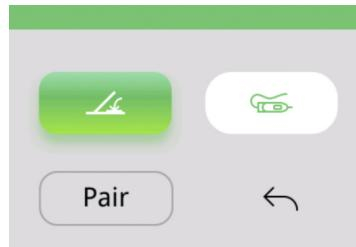

Figura 24: Interfaz de emparejamiento de pedal
En la interfaz de funcionamiento de la unidad principal, toque el icono de la pieza de mano o del interruptor de pedal situado en la esquina superior izquierda de la pantalla, o vaya al botón "Settings" (⚙)---Control Mode Switching para acceder a la interfaz del modo de control (consulte la Figura 24).
(1) Cambie el modo de control de la unidad principal a control por interruptor de pedal.
(2) En la interfaz de configuración del interruptor de pedal, pulse el botón "Pair" (emparejar) (véase la Figura 24).